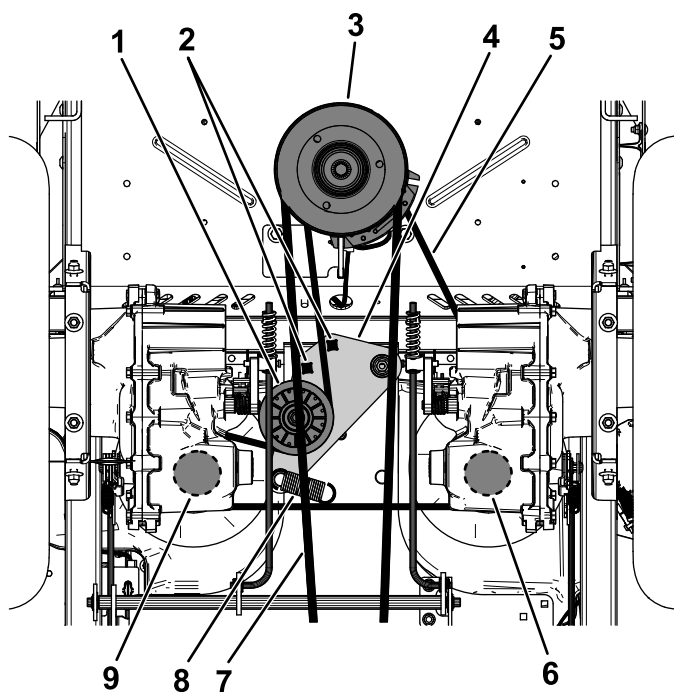

Figure 66
5. Insérez un rochet de 1/2 pouce ou une barre de levier dans l'un des trous carrés du bras de la poulie de tension pour détendre le ressort de la poulie de tension (Figure 66).
6. Retirez la courroie existante de la poulie de tension, des 2 poulies d'entraînement de pompe hydraulique et de la poulie du moteur (Figure 66).
7. Chaussez la courroie neuve sur la poulie de tension, la poulie du moteur et les 2 poulies de la pompe hydraulique (Figure 66).